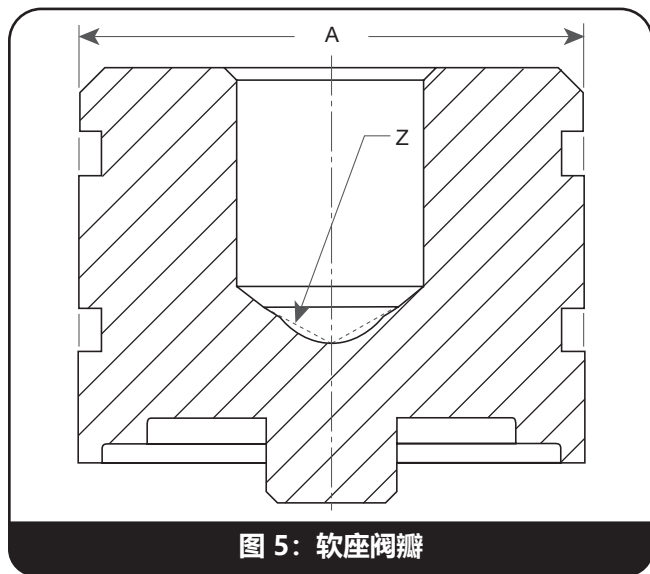

图 5: 软座阀瓣
- 主轴轴承截面 (Z) 磨损或凹陷。
- 外径超过表 2 和图 5 中所示的 A 最小值。